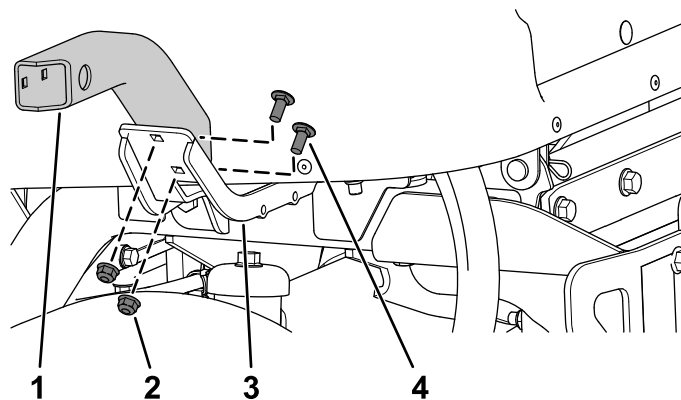

Figura 18
4. Fissate il supporto corto sinistro al supporto sinistro con 2 bulloni a testa tonda ($\frac{5}{16}$ " x $\frac{3}{4}$ "") e 2 dadi flangiati ($\frac{5}{16}$ "") come illustrato nella Figura 18.